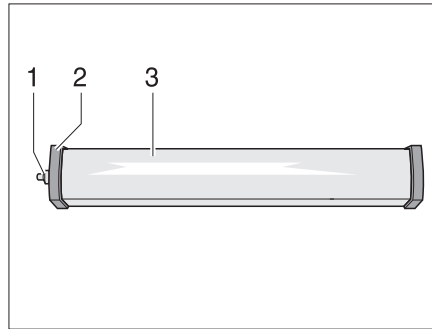

Bild 279 Raumleuchte
- Kappe (Bild 279,1) abschrauben.
- Deckel (Bild 279,2) abnehmen.
- Leuchtenabdeckung (Bild 279,3) leicht zusammendrücken und abnehmen.